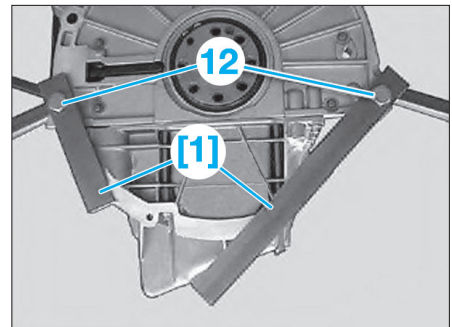

Fig. 35
- [1]. Plaque de montage réf BMW : 118780 (Fig.35)
affleure et soit parfaitement aligné avec le bloc moteur (Fig.35).